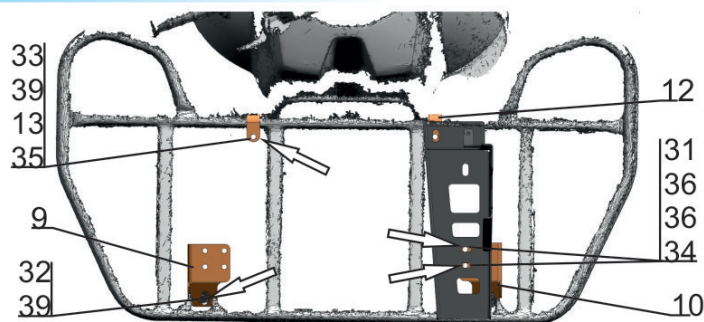

Рис.1
3. Установить кронштейны левый поз. 3 и правый поз. 4 на багажник квадроцикла, схему установки на багажник см. рис.1. Зажим поз.13 устанавливается под кронштейны поз. 3 и 4(см. рис.2).